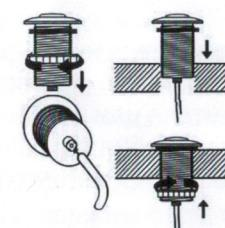

Рисунок 6.2
3. Снимите гайки с воздушного выключателя и затяните гайки под столом. (Не используйте гаечный ключ, чтобы закрутить гайку) (См. рисунок 6.2)